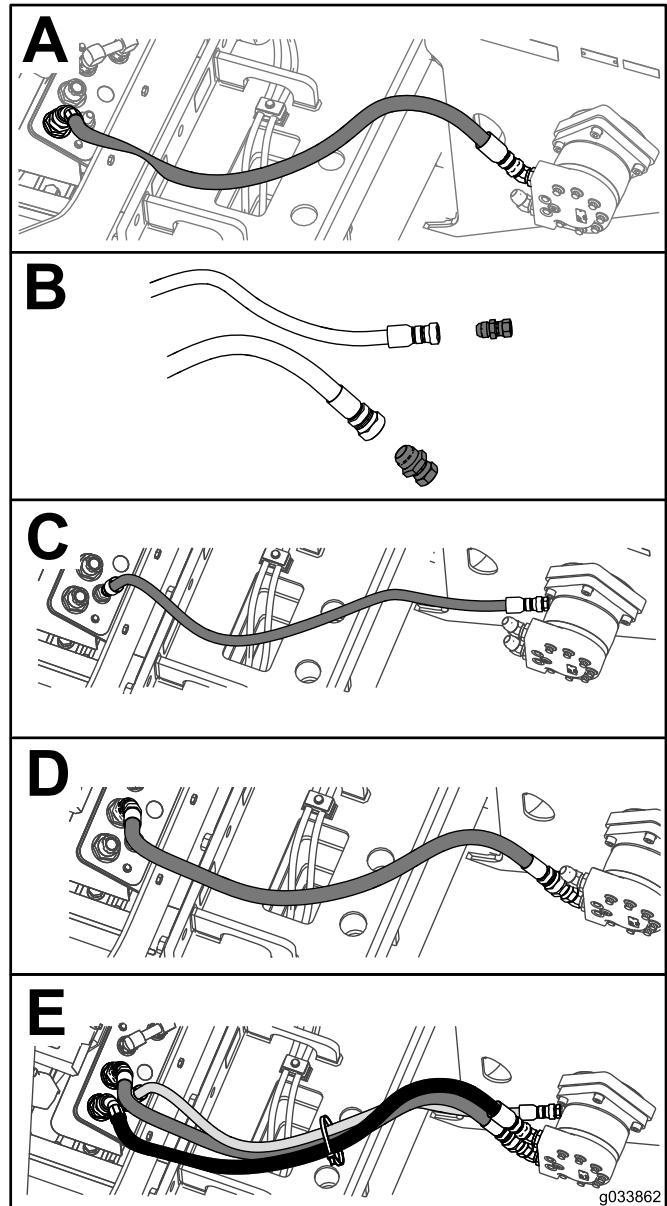

Figure 12
1. Montez le flexible de 127 cm (50 po) avec le raccord F12 comme illustré à l'encadré A de la Figure 12.
4. Montez l'adaptateur-réducteur sur le flexible de 127 cm (50 po) avec le raccord F16, comme illustré à l'encadré B de la Figure 12.
6. Montez l'autre adaptateur sur le flexible de 117 cm (46 po), comme illustré à l'encadré B de la Figure 12.
8. Montez l'autre flexible de 127 cm (50 po) avec le raccord F16 comme illustré à l'encadré C de la Figure 12.
11. Montez le flexible de 117 cm (46 po) comme illustré à l'encadré D de la Figure 12.
14. Attachez les flexibles avec un serre-câble (encadré E de la Figure 12).